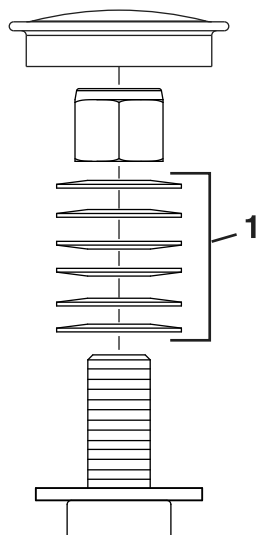

Figura 54
3. Retire el tapón guardapolvo de la rueda giratoria y apriete la contratuerca (**Figura 54**).
4. Apriete la contratuerca hasta que las arandelas de muelle estén planas, luego afloje $\frac{1}{4}$ de vuelta para establecer la pre-carga correcta de los cojinetes (**Figura 54**).
Importante: Asegúrese de que las arandelas de muelle están correctamente instaladas, según se muestra en **Figura 54**.
5. Coloque el tapón anti-polvo (**Figura 54**).